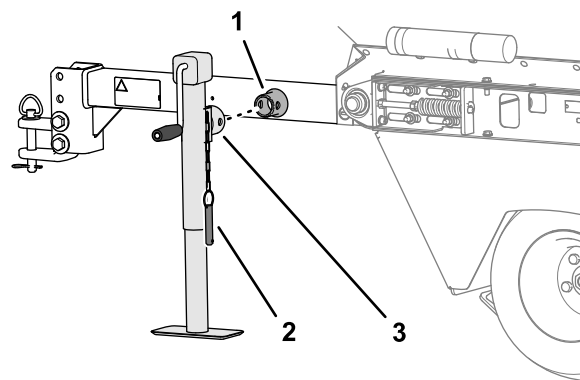

图6
1. 将千斤顶滑到牵引杆的千斤顶安装管上图6。
3. 将千斤顶中的孔与安装管中的孔对准并用柱销固定千斤顶图6。